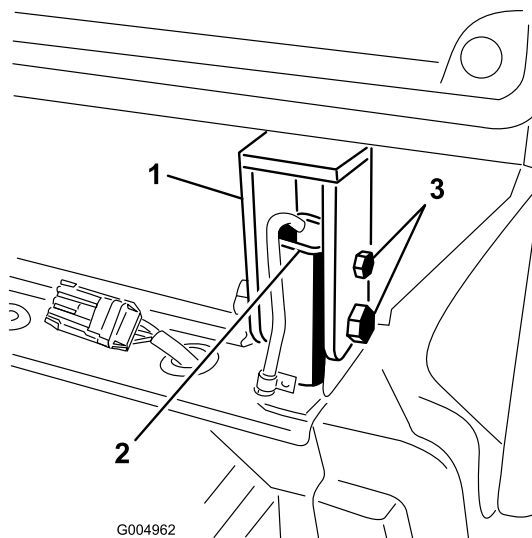

図 115
38. 後キャブマウントをROPSポストに固定しているボルトとナットを締め付ける 図 115。